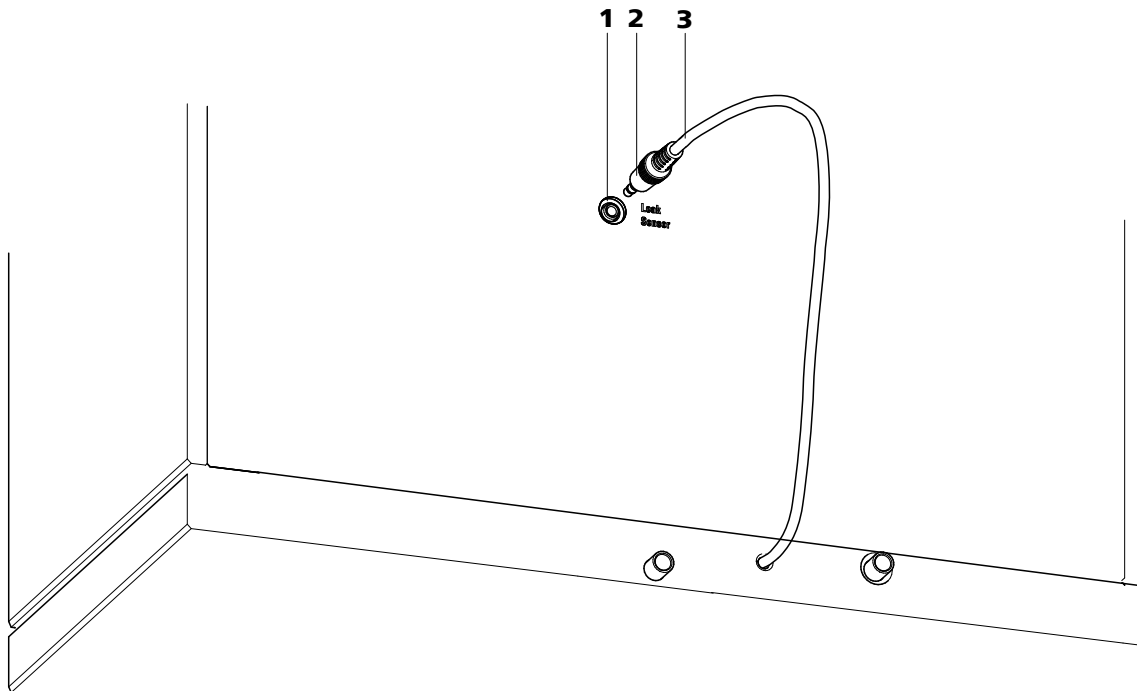

Figura 8 Conexión del detector de fugas en la parte posterior del aparato
- 1 Enchufe la clavija del detector de fugas (8-2) en la toma de conexión del detector de fugas (8-1) de la parte posterior del aparato (véase Figura 8, página 25).